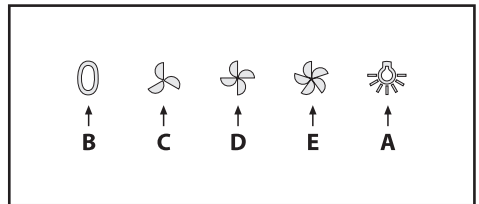

Fig.9
• **Comandi meccanici (Fig.9)** la simbologia è di seguito riportata: